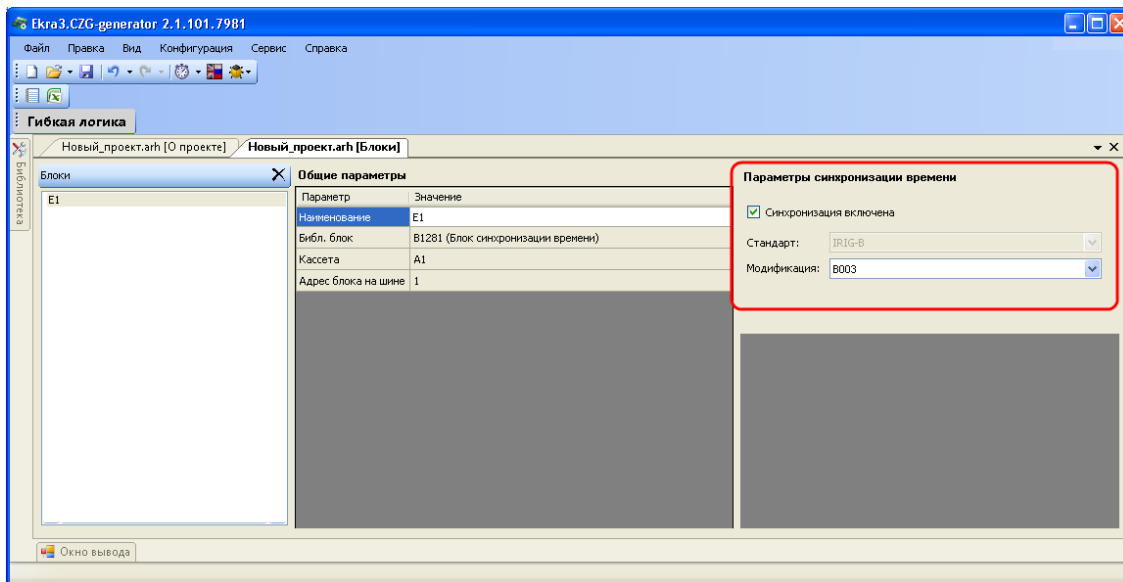

Рисунок 3.15
3.4.1.3.5 Блок синхронизации времени (см. рисунок 3.15)